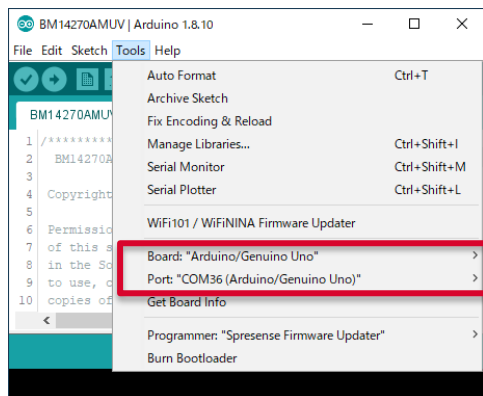

Figure 3. Board と COM Port の設定
1. メニューの[Tools]の Board 部分を"Arduino/Genuino Uno", Port 部分を"COMxx(Arduino/Genuino Uno)"に変更 (Figure 3) 。COM Port の番号は環境によって異なります。